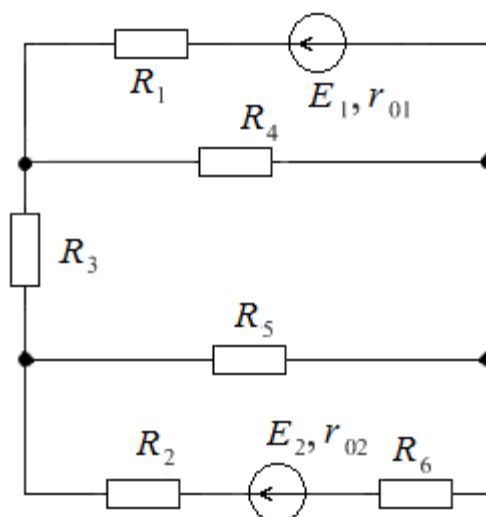

Рис. 81
14. Определить ток I_6 МП для электрической цепи (рис. 81), если $E_1 = 30$ В; $E_2 = 40$ В; $R_1 = 29$ Ом; $R_2 = 63$ Ом; $R_3 = 45$ Ом; $R_4 = 35$ Ом; $R_5 = 50$ Ом; $R_6 = 15$ Ом; $r_{01} = 2$ Ом; $r_{02} = 2$ Ом.